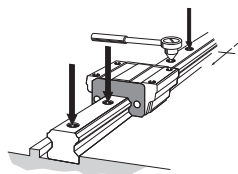

Рис.10 Полностью затяните установочные болты
- (4) Затяните установочные болты с указанным моментом затяжки при помощи динамометрического ключа. (См.Рис.10, и Таблица1 и Таблица2 на с. В1-101.)